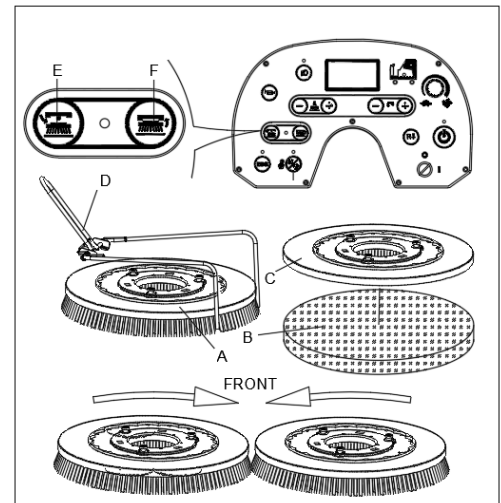

Figura 8
Instale el cepillo (A, figura 8) o el portapad (B y C, figura 8) según el tipo de suelo a limpiar.
2. Coloque los cepillos (A, figura 8) o porta-pads (B, figura 8) debajo del cabezal. Utilice el tope de instalación del cepillo (D, figura 8) para ayudar a encontrar la posición adecuada del cepillo/portapad.
3. Instale el cepillo/portapad, presionando el botón de bloqueo del cepillo/portapad (F, figura 8), el cepillo/portapad se instala automáticamente. Se muestra la dirección de rotación (figura 8). La luz indicadora del LED parpadeará.
1. Introduzca la llave de encendido (53 figura 3) y colóquela en la posición «I». Asegúrese de que el cepillo/portapad esté en su posición elevada (ARRIBA). Retire el cepillo/portapad, presionando el botón de desbloqueo del cepillo/portapad (E, figura 8), el cepillo/portapad se desbloquea automáticamente. La luz indicadora del LED ciende de forma fija.